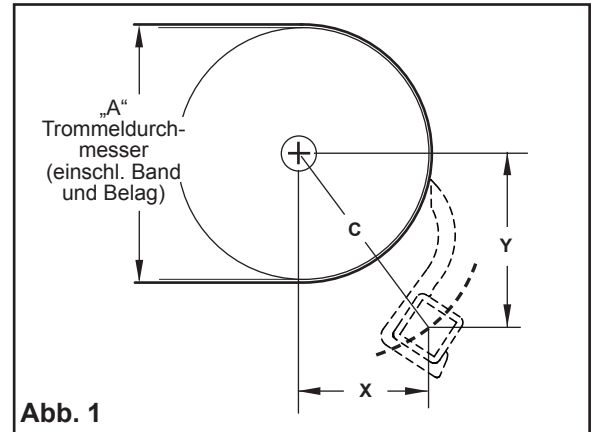

Abb. 1
1. Messen Sie den Trommel-Durchmesser (A) einschließlich Belag und Band (Abb. 1).
2. Suchen Sie in Tabelle A den Gesamt-Trommeldurchmesser, der Ihrem am nächsten ist und verwenden Sie die Abstände X, Y und C, um die Lage der Mitte der Abstreifer-Steckachse zu bestimmen (Abb. 1).
3. Von der Mitte der Trommelwelle den Abstand Y nach unten messen und eine Markierung an der Tragkonstruktion anbringen (Abb. 1).
4. Von der Y-Markierung von der Trommel weg den Abstand X ausmessen und diese Stelle markieren. Dies wird die Mitte der Steckachse (Abb. 1). Messen Sie Abstand C zur Überprüfung der Richtigkeit.